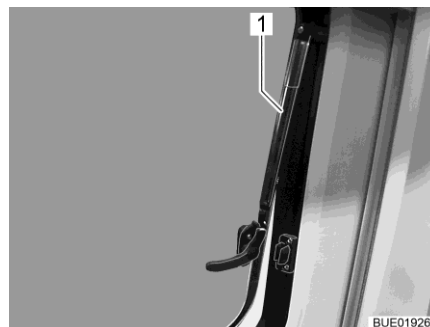

Bild 20 Överkantshängt fönster med automatik-spärr
- Öppna det överkantshängda fönstret till önskat läge. Låt det överkantshängda fönstret haka i självständigt med (Bild 20,1) automatiska-spärrar.